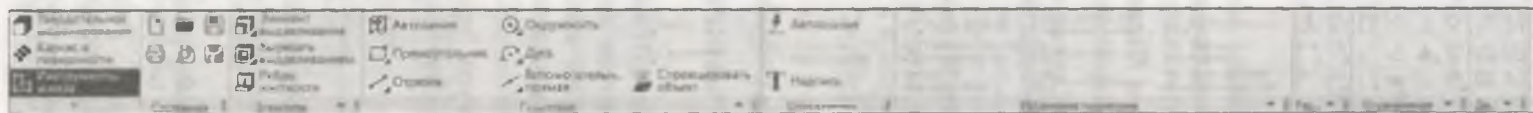

Рис. 18.18. Панель инструментов Инструменты эскиза
- ♦ Панель **Инструменты эскиза** (рис. 18.18) — состоит панелей уже рассмотренных ранее;